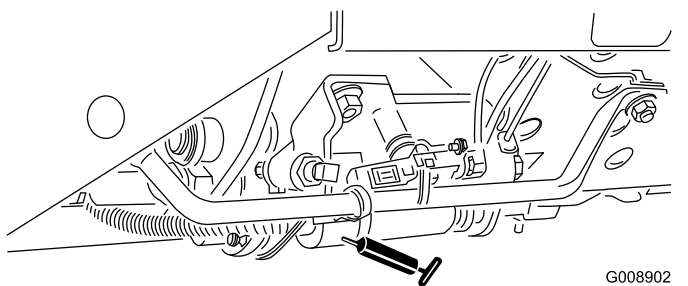

Рисунок 53
- Движок режима скашивания/транспортировки (Рисунок 53)